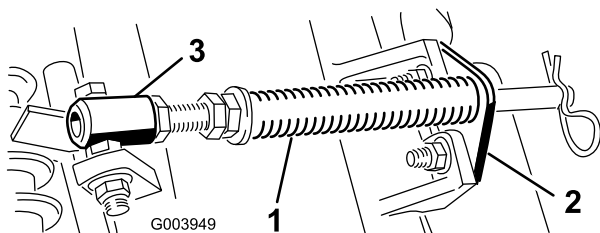

Figura 5
- A. Togliete i due bulloni a testa tonda e i dadi che fissano la staffa dell'asta alle alette degli elementi di taglio (Figura 5).
- B. Togliete il dado flangiato che fissa il bullone del tubo della molla all'aletta del telaio portante (Figura 5). Staccate il gruppo.